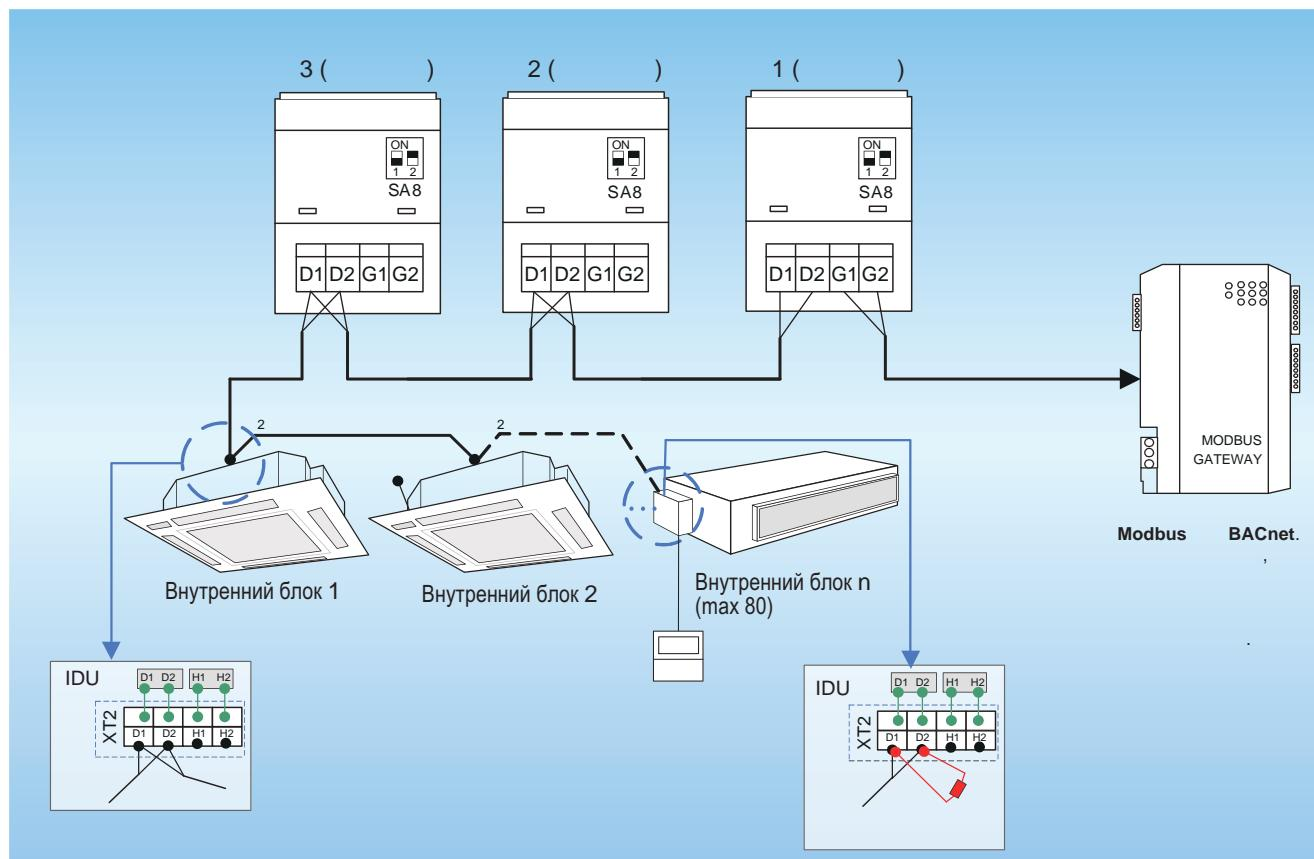

Рис. 8.3.
8.2.4. Межблочный кабель подключается к клеммам D1/D2 на клеммной панели XT2 (рис. 8.3.).